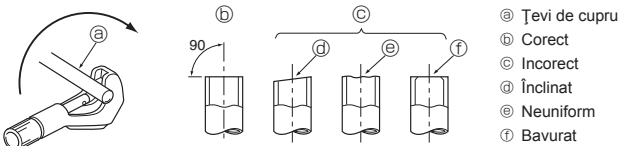

Fig. 5-2
5.3.1. Tăierea țevelor (Fig. 5-2)